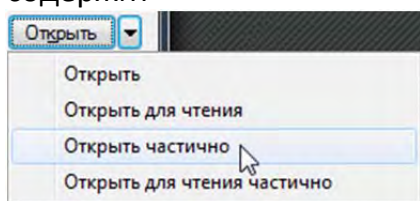

Рисунок 7.5 Кнопка открыть
2. Выделите в списке файл чертежа, щелкните на стрелочке рядом с кнопкой «Открыть» (рисунок 7.5) и выберите команду «Частичное открытие». Команда «Частичное открытие» доступна только в том случае, если выбранный чертеж содержит именованные виды.